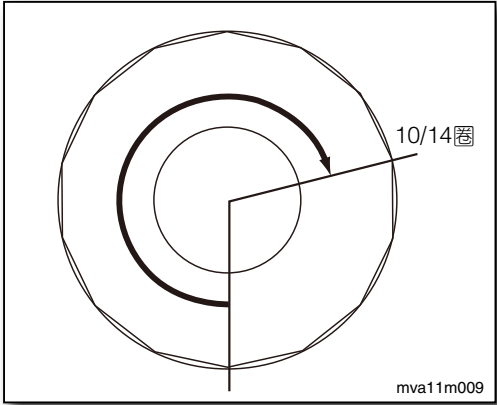

图9
- 3. 用手将机油滤芯旋到与安装面接触，再转至10/14圈锁紧(如图9)，或锁紧至规格。应避免外壳刮伤或变形。